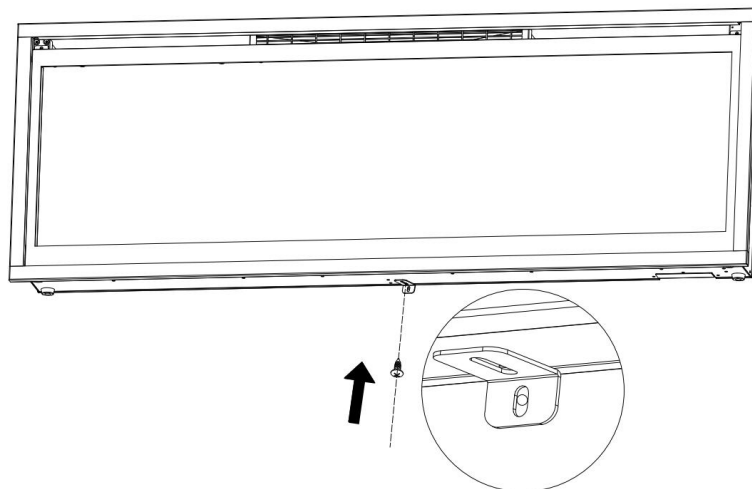

Fig 3-2
B. Za pomocą uprzednio wykręconej śruby przymocuj wspornik L (w zestawie) do dolnej części obudowy kominka (rys. 3-2).